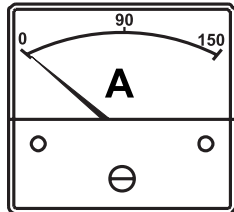

Figure 46. Ampèremètre (sans charge)
6. L'ampèremètre (Figure 46) indiquera zéro ampère sans charge appliquée. Lorsqu'une charge est appliquée, l'ampèremètre indique la quantité de courant que la charge tire du générateur.